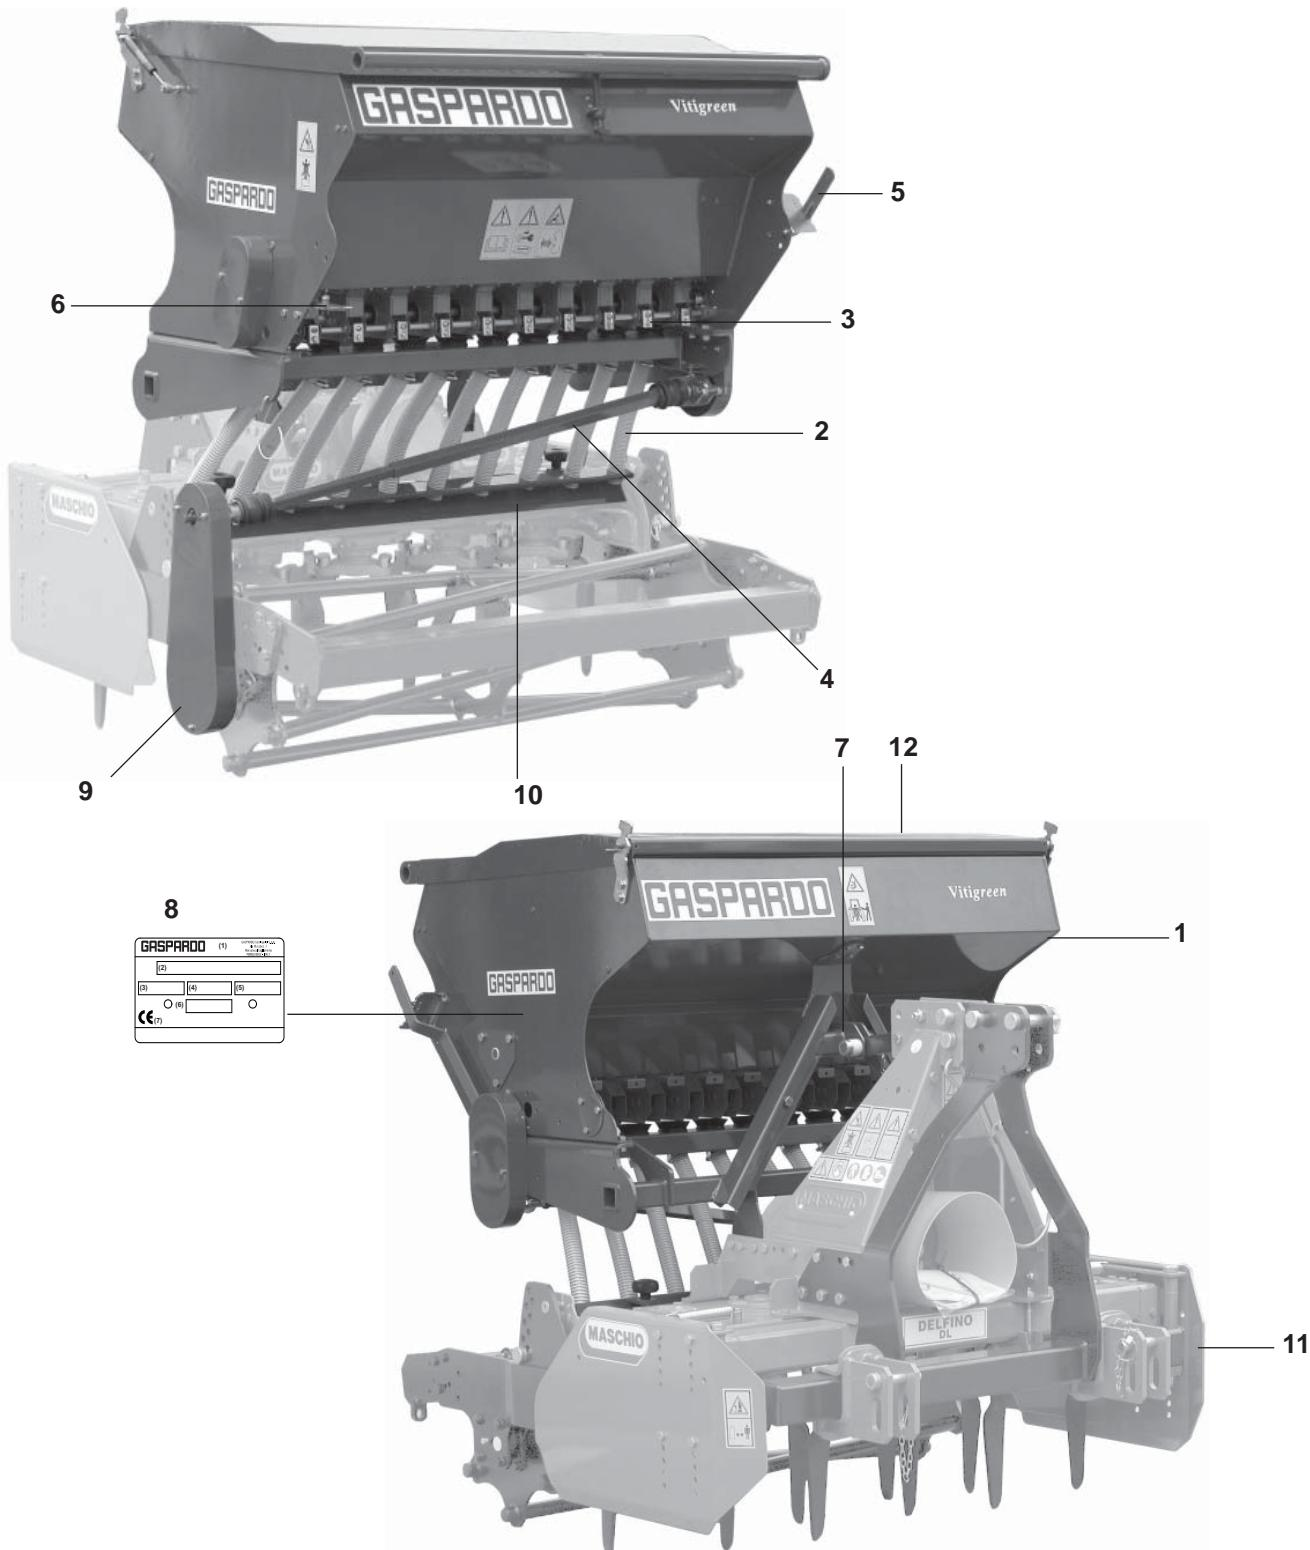
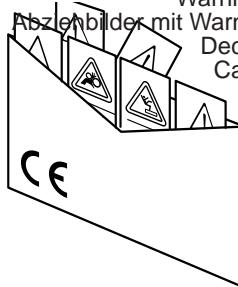

fig. 3
fig. 4
El peso de la máquina está indicado en la placa de identificación (8 Fig. 3). Halar el cable para nivelar la máquina. Adecue la longitud de los cables para balancear la carga. Los puntos de enganche se identifican mediante el símbolo gráfico «gancho» (7 Fig. 4).
1.7 DISEÑO GENERAL (Fig. 3)
Las señales descritas están colocadas en la máquina (Fig. 3). Mantenerlas limpias y reemplazarlas si se desprenden o se vuelven ilegibles. Leer minuciosamente lo descrito y memorizar su significado.